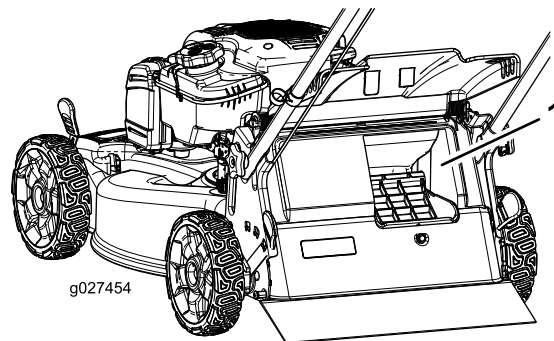

Figura 23
**Importante:** Para asegurar un funcionamiento correcto, retire cualquier recorte de hierba y otros residuos de la tapa de ensacado a demanda y del hueco adyacente (Figura 23) antes de mover la palanca de ensacado a demanda de 1 posición a la otra.